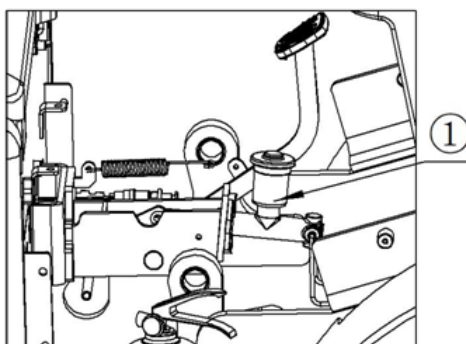

Рис. 3-17. Схема расположения бачка для жидкости рабочего тормоза:
- Нужно регулярно доливать тормозную жидкость в бачок на главном тормозном цилиндре (поз. (1) на Рис. 3-17) для гарантии, что торможение не прекратится; если тормозной жидкости в бачке на главном тормозном цилиндре (поз. (1) на Рис. 3-17) не будет, весь процесс следует повторить;
- Отвернуть крышку бачка на главном тормозном цилиндре (поз. (1) на Рис. 3-17) так, чтобы жидкость могла бы выкачиваться, но положить ее надо в удобном месте, чтобы жидкость не разбрызгивалась во время обратного хода;